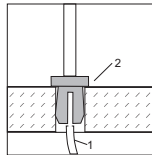
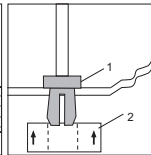

Abbildung 4a
Abbildung 4b
2. Stecken Sie die Uhr mit den Anschlußkabeln und dem Montagefuß durch die Bohrung (Abbildung 4a). Bei einer Anlagenplatte bis 3 mm Stärke stecken Sie bitte den Haltering (Verpackungshilfe) von unten auf den Steckfuß (Abbildung 4b).